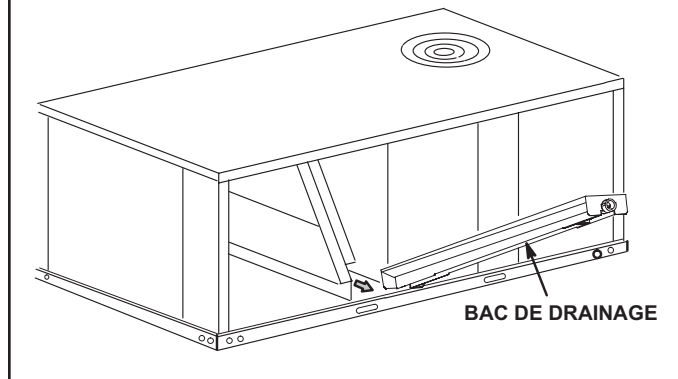

FIGURE 10
- 2 - Soulever le bord avant du bac de drainage et faire glisser le bac hors de l'appareil. Voir la FIGURE 10.